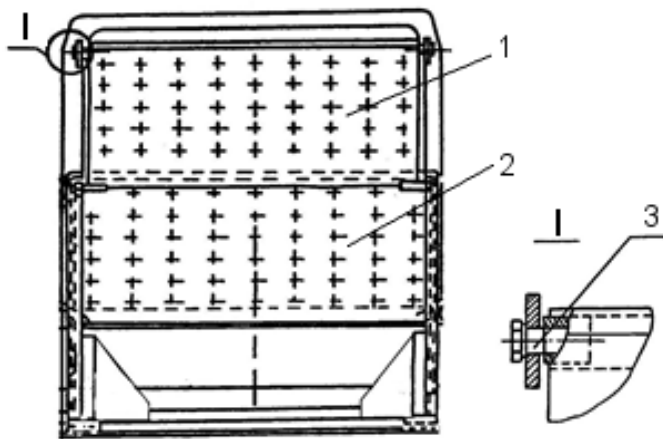

Рис. 9 Ограждение переднее
**Ограждение переднее** (рис. 9) включает ограждение основное и ограждение верхнее.